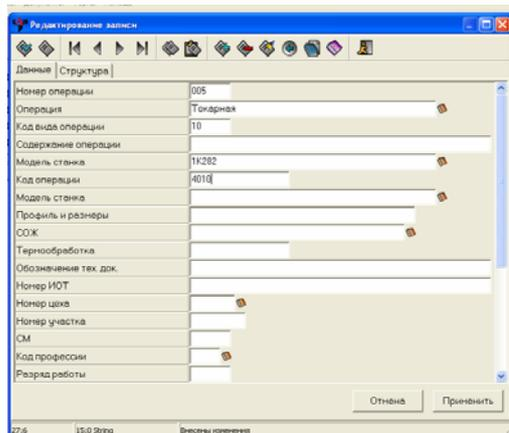

Рисунок 8 – Ввод данных об операции
6. Учитывая то, что текущая деталь выделена по умолчанию, выбираем в дереве средств пункт «Операция». В результате в обновившемся окне создается пустая запись. Далее нажимаем кнопку «Редактирования записи». Открывается диалоговое окно, в котором аналогично остальным диалоговым окнам заполняем все необходимые поля (рисунок 8).